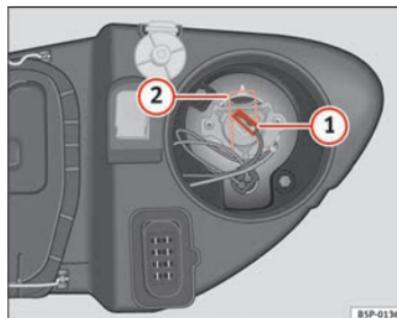

Fig. 169 Luz de carretera
- Extraiga el conector ⇒ fig. 169 ① de la lámpara.
- Presione el resorte ⇒ fig. 169 ② hacia dentro y hacia la derecha.